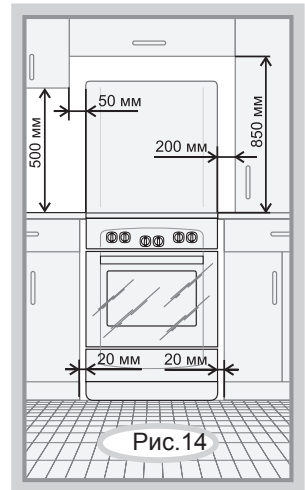

Рис.14
- Минимальные расстояния, которые необходимо выдержать при установке плиты, показаны на рис.14. Задняя стенка плиты должна отстоять от поверхности стены не менее чем на 50 мм. Уровень варочной поверхности плиты должен быть не ниже уровня столешницы. Торцы мебели на уровне варочной поверхности стола защитить металлическими накладками. Кухонные полотенца, шторы и т.п. должны находиться на безопасном расстоянии, исключающем их воспламенение.